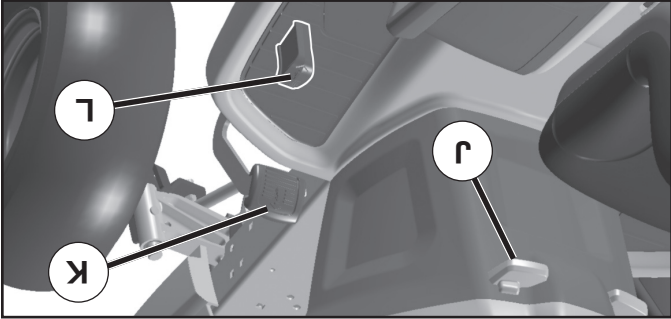

Fig. 7
COMMENT UTILISER LE RÉGLATEUR DE VITESSE (J) (Voir la Fig. 7)
(Voir la Fig. 7)